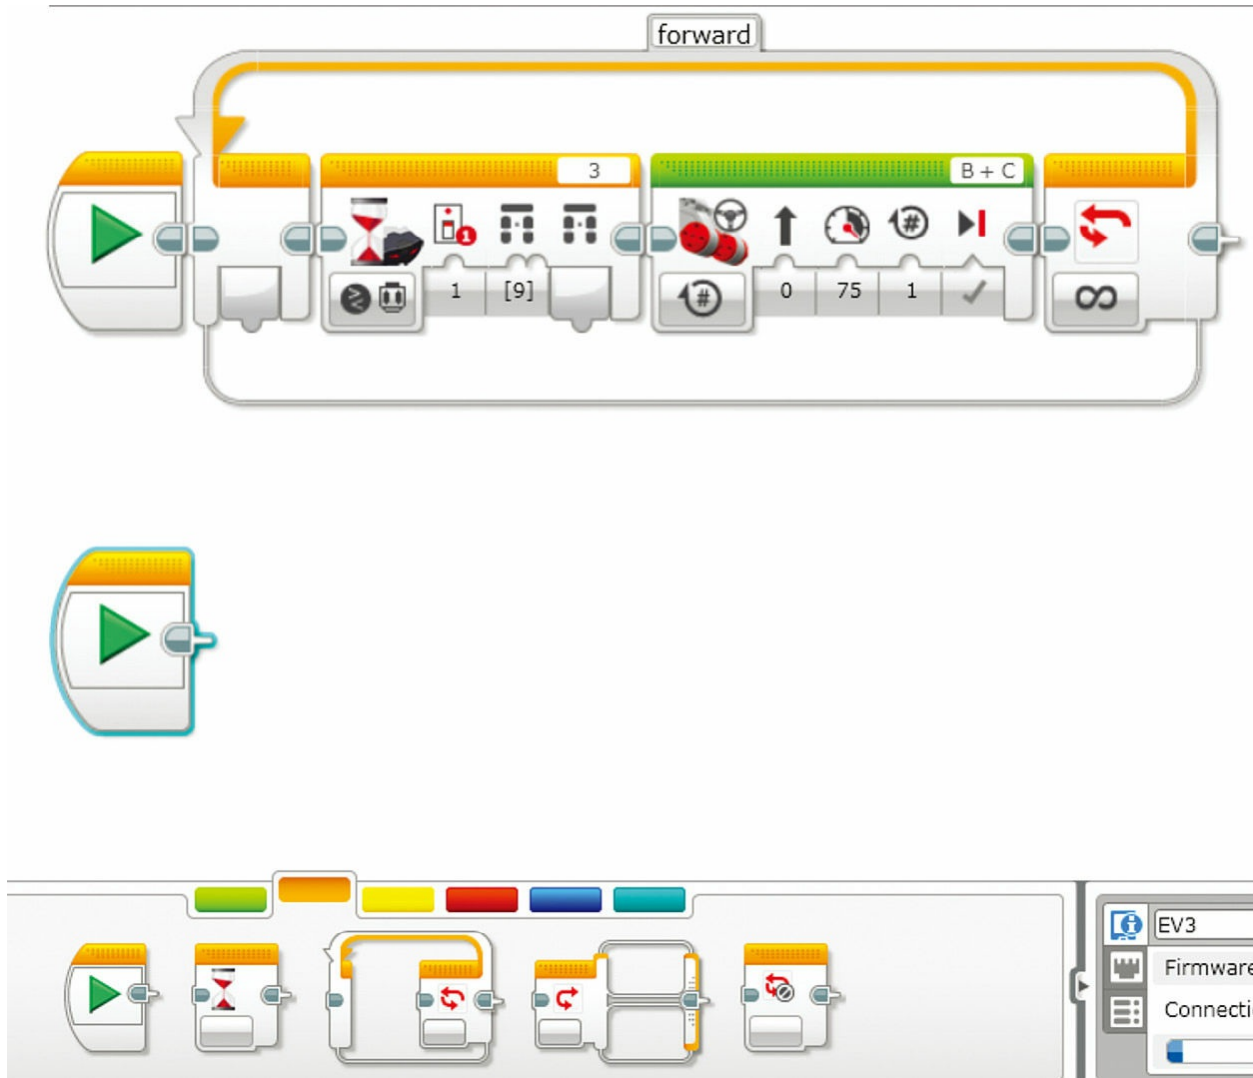

图9.27 将另一个开始模块拖曳到画布上
8. 为了让这个程序变成一个多线程程序，需要拖曳另一个开始模块到画布上，如图9.27所示。